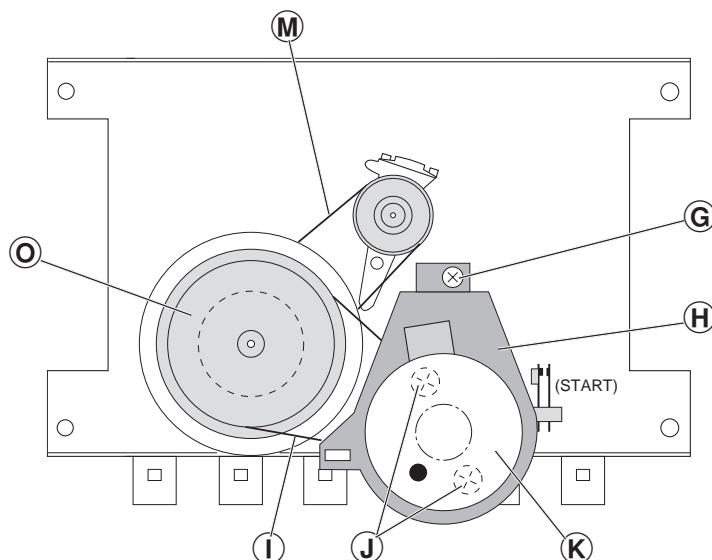
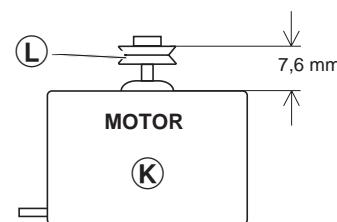
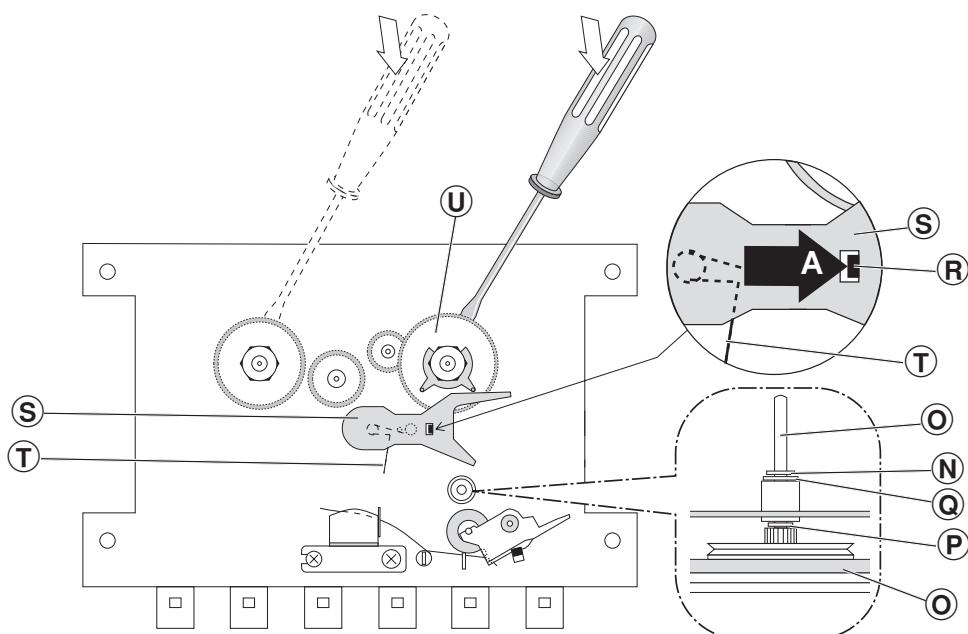

Fig. 3
Fig. 4
Fig. 5
3. Motor ausbauen, (Fig. 3 und 4)
- Schraube (G) herausdrehen.
- Motorhalter (H) (mit Motor) und Riemen (I) abnehmen.
- Zwei Schrauben (J) herausdrehen, Motor (K) (Einbaulage beachten) abnehmen und Motorzuleitungen ablösen (evtl. markieren).
- Vor dem Zusammenbau ist der Abstand zwischen der Oberkante der Riemenscheibe (L) und dem Motor (K) zu überprüfen (Fig. 4).
3. Removing the Motor, (Figs. 3 and 4)
- Undo the screw (G).
- Remove the motor holder (H) (with the motor) and the belt (I).
- Undo two screws (J), take out the motor (K) (note the motor mounting position) and unsolder the motor connecting leads (mark them, if necessary).
- Before refitting the motor, check the distance between the upper edge of the pulley (L) and the motor (K) (Fig. 4).
- Riemen (M) und (I) abnehmen (Fig. 3).
- Sperrscheibe (N) (Fig. 5) von der Tonwellenachse abziehen.
- Schwungscheibe (O) mit der Tonwelle aus dem Schwungscheibenlager herausnehmen. Achten Sie dabei auf die beiden Scheiben (P) und (Q) (Fig. 5).
5. Vorlauf-Wickelteller ausbauen (Fig. 5)
- Rastnase (R) in Pfeilrichtung A drücken und Hebel (S) abnehmen, achten Sie dabei auf die Schenkelfeder (T).
- Vorlauf-Wickelteller (U) mit einem Schraubendreher abheben.
- Remove the drive belts (M) and (I) (Fig. 3).
- Remove the locking disc (N) (Fig. 5) from the capstan.
- Remove flywheel (O) complete with capstan from flywheel bearing. Take care of the two washers (P) and (Q) (Fig. 5).
5. Dismantling of Spool Carrier -forward wind- (Fig. 5)
- Push the catch (R) in the direction of arrow A and take off lever (S), take care of leg spring (T).
- Lift off the spool carrier (U) (forward wind) by means of a screw driver.